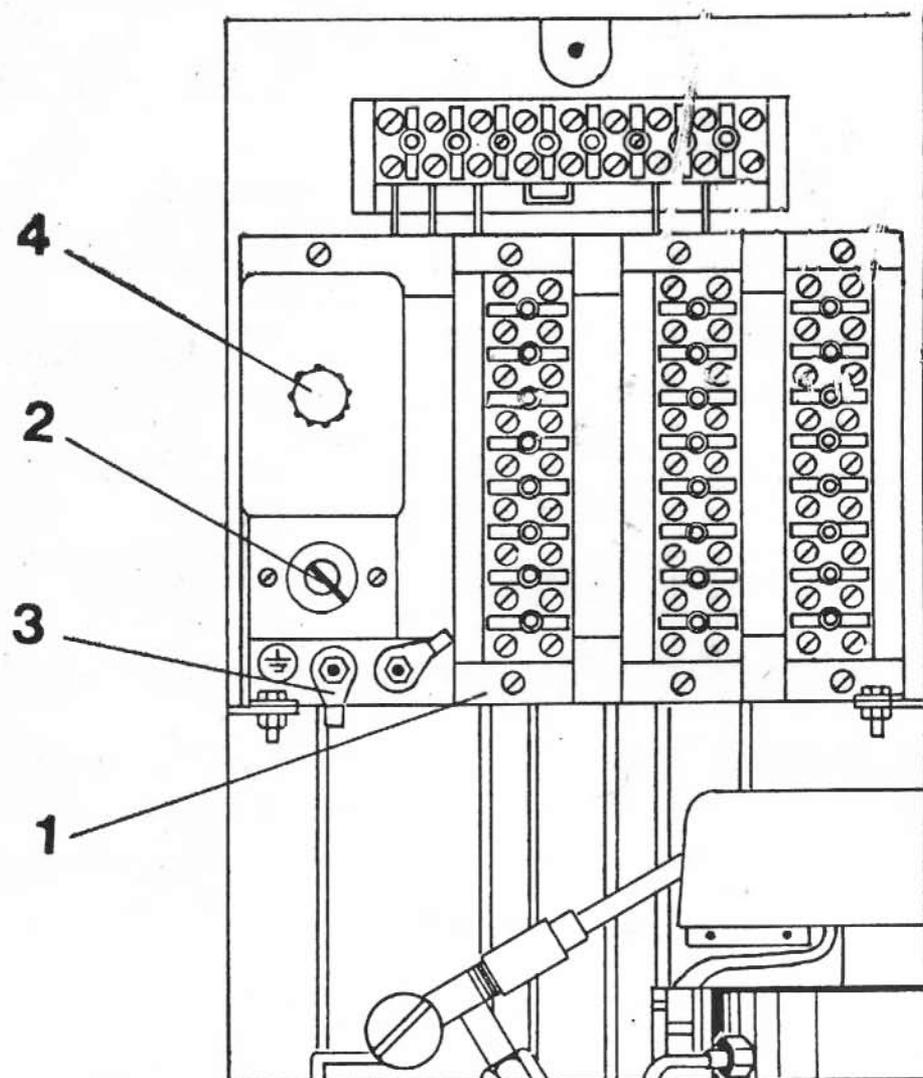

Рис. 9
1. Устройство переключения /2, рис.9/.
2. Трансформатор /1, рис.9/. Для питания отдельных элементов "Юнита", работающих с низкими, безопасными напряжениями и с напряжением 220 V, используется трансформатор, схема которого с зажимами и напряжениями на них дана в приложении.
3. Предохранители. Для предотвращения неисправностей в электрической сети "Юнита" при случайных коротких замыканиях или при повышенном потреблении тока предусмотрены стандартные предохранители, которые помещены в коробке /4, рис.9/, крышка которой закреплена винтом. Сгоревший предохранитель надо заменить таким же стандартным, предварительно вынув вилку кабеля питания из розетки.
Главный предохранитель находится в гнезде переключателя /2, рис.9/. Главным предохранителем является также и первый предохранитель, расположенный в верхней части коробки /4, рис.9/.
10. Заземление осуществляется клеммой / 3, рис. 9/, которая посредством отдельного проводника соединена с одним из болтов основания. Однако болт при цементировании должен быть соединен с общей шиной заземления кабинета.